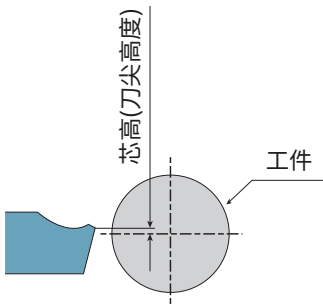

Fig. 3 (PKM, PKM-^R/_L, TKN, TK^R/_L)
- 1. PKM、PKM-^R/_L、TKN、TK^R/_L的刀尖高度请设为比芯高0.1~0.2mm左右(Fig. 3)。